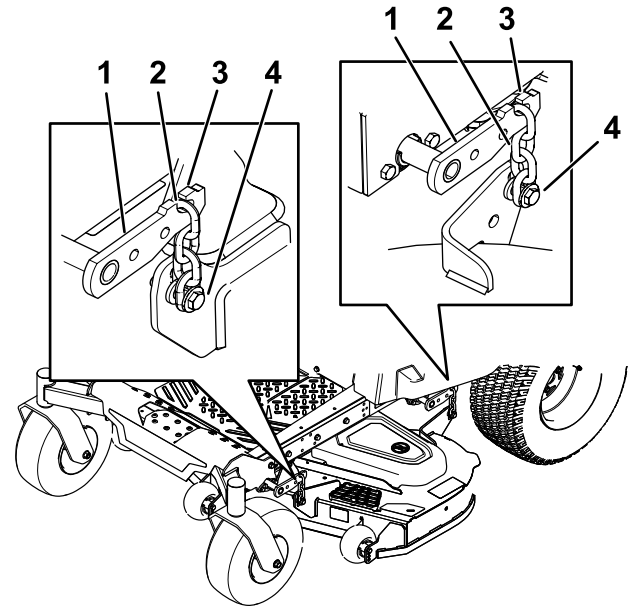

Figura 66
5. Afloje los pernos de ajuste en las cuatro esquinas, hasta que la carcasa quede bien asentada sobre los cuatro bloques (Figura 66).
6. Asegúrese de que las cuatro cadenas están tensadas (Figura 66).
7. Apriete los cuatro pernos de ajuste (Figura 66).